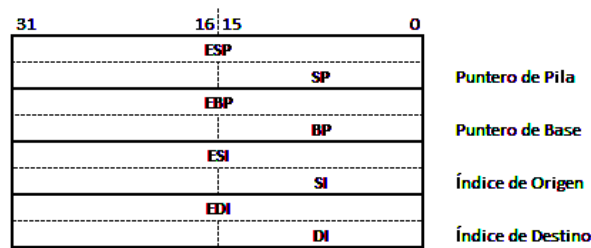

Figura 2.5: Punteros Y Registros Índices
- Dos registros índices (ESI, EDI) y dos punteros (EBP, ESP)(Figura 2.5).;